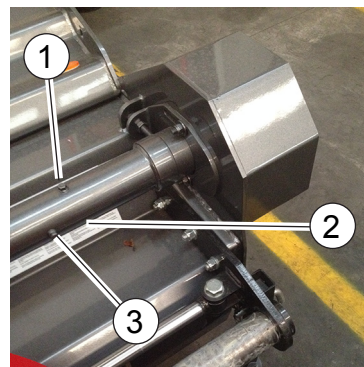

Fig.90
- Svitare il tappo (3, "Fig.90"). Se l'olio affiora dalla sede del tappo significa che il livello è corretto. In caso contrario rabboccare.
- Svitare il tappo (1, "Fig.90").
- Posizionare un recipiente sotto al tappo di scarico (2, "Fig.90").
- To unscrew the cork (3, "Fig.90"). If oil emerges from the seat of the cap means that the level is correct. Otherwise top up.
- Unscrew the cap (1, "Fig.90").
- Place a container under the drain plug (2, "Fig.90").
- Dévisser le bouchon (3, "Fig.90"). Si l'huile ressort sort du siège du bouchon cela signifie que le niveau d'huile est correcte. En cas contraire recharger.
- Dévisser le bouchon (1, "Fig.90").
- Placer un récipient sous le bouchon de vidange (2, "Fig.90").
- Abschrauben Sie den Deckel (3, "Fig.90"). Wenn Öl aus dem Sitz der Kappe entsteht, bedeutet dass der Füllstand ist richtig. Andernfalls nachfüllen.
- Abschrauben Sie den Deckel (1, "Fig.90").
- Einen Behälter unter die Ablassschraube (2, "Fig.90").